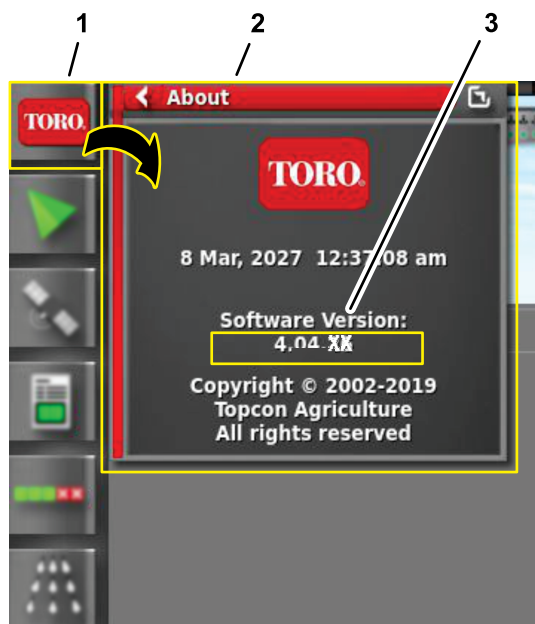

Figura 1
2. Pulse el icono ACERCA DE (Toro) en la esquina superior izquierda de la consola de control (Figura 1).